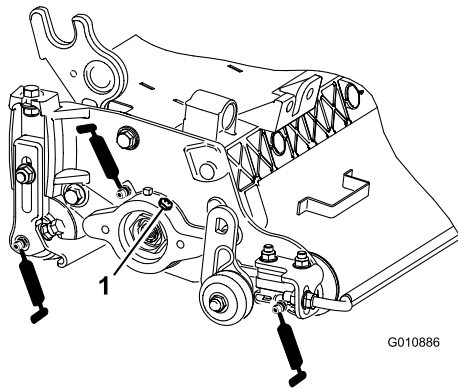

Figura 15
2. Aplique grasa hasta que salga grasa limpia de las juntas del rodillo y la válvula de alivio del cojinete (Figura 15).